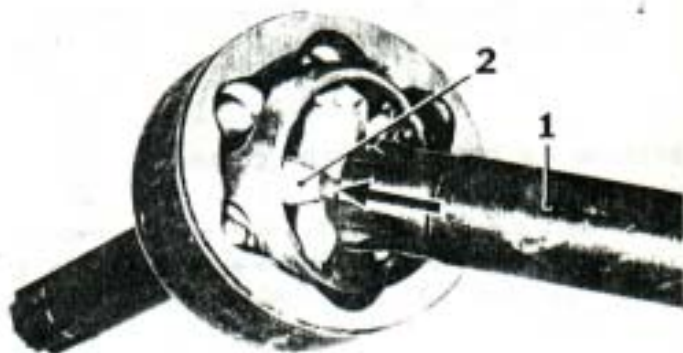

Fig. 5
- 1) Tomar firmemente el eje interior (1, Fig. 5) en una morsa y aplicar fuerza sobre la pista interior (2), en el sentido de la flecha de la Fig. 5, tratando de desplazarla. Si fuese necesario, utilizar un taco de madera y un martillo mediano para ejercer más fuerza. Al deslizar la pista interior, se cierra el anillo retén de la misma, permitiendo que la junta universal pueda ser desmontada del eje.